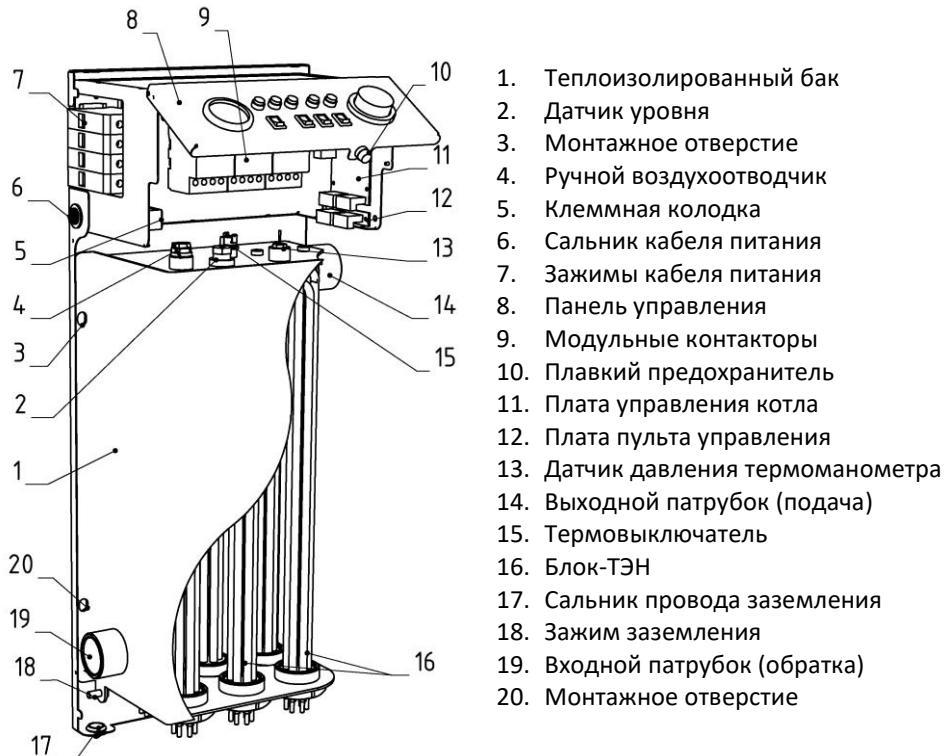

рис. 1
4.1. Прибора состоит из следующих основных частей (рис. 1):
- 4.2. Прибор (рис. 1) состоит из теплоизолированного бака (1) с патрубком выхода (14) и входа (19) воды.